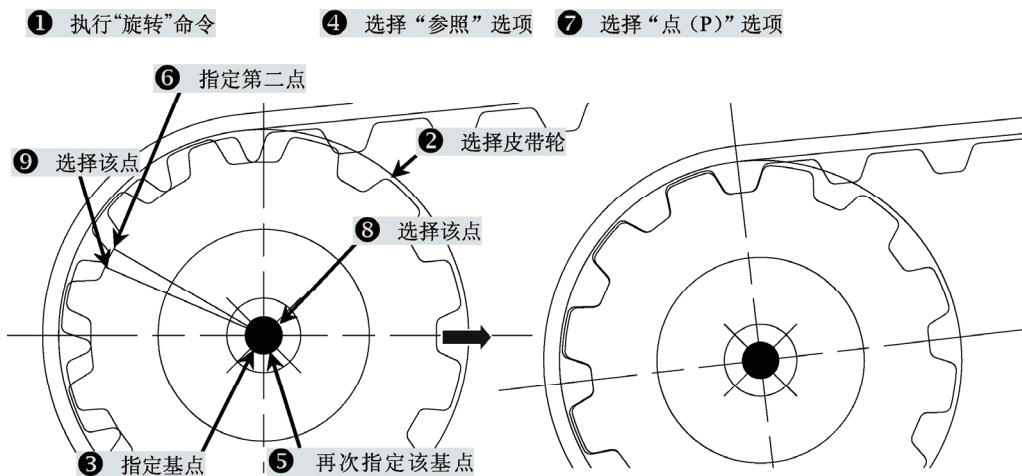

图 12-26 参照旋转
7) 执行“旋转”命令 (RO), 利用参照旋转方式, 将皮带轮旋转到与皮带相对应。如图 12-26 所示 (参照 3.1.6 节, RO→旋转点“A”→R→再次单击旋转点“A”→单击以选中图形并通过此旋转点的直线上任意一点“B”→P→单击另一图形上想与之平行的直线上任意一点“C”→单击另一图形上想与之平行的直线上任意一点“D”)。